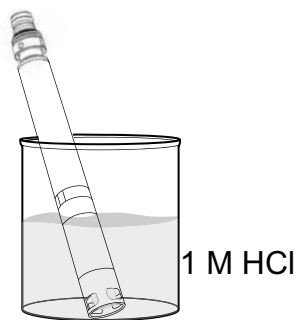

Figura 73 Limpieza del sensor de pH y pH/ORP con ácido clorhídrico
1. Remoje el sensor durante algún tiempo, entre 30 y 60 minutos, en un molar (1M) de HCl (Figura 73). El reactivo de HCl puede adquirirse en la mayoría de los distribuidores químicos o de laboratorio. Para evitar lesiones, siga con cuidado las instrucciones del fabricante del HCl. Si el HCl no estuviera disponible, empápelo en vinagre blanco.